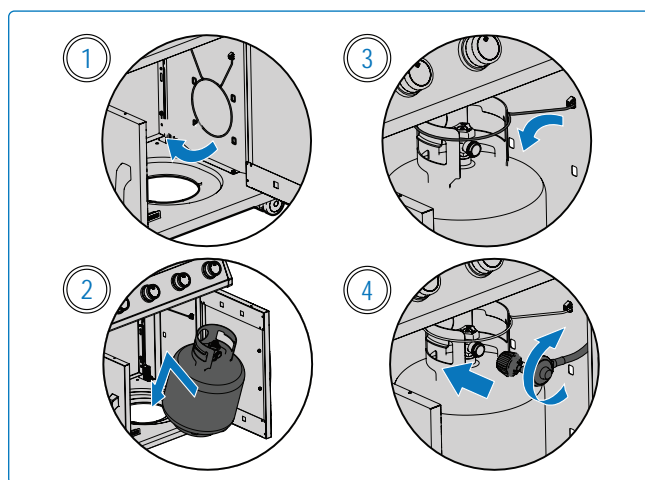

Рис. 6
- Установите баллон в предназначенное для него место на нижней полке (**Рис. 6**).